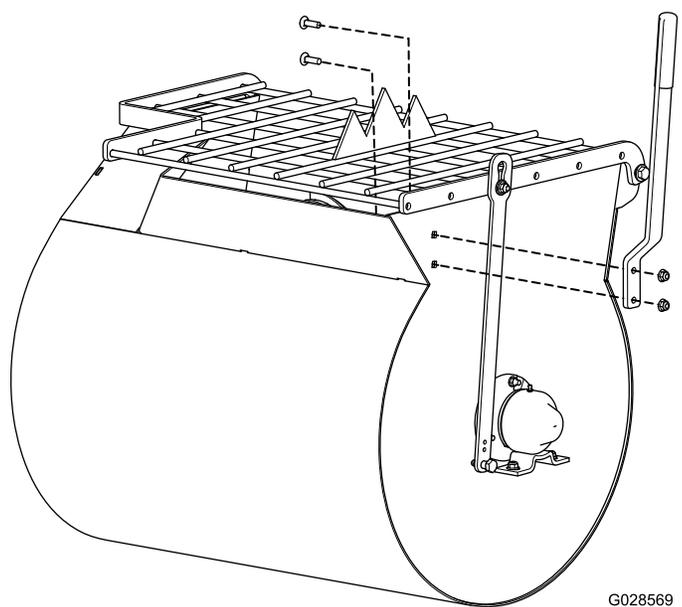

Figure 3
2. Placez la poignée de vidage de sorte à aligner ses trous de boulon sur ceux de la cuve (Figure 3).
3. Insérez un boulon de carrosserie dans le trou carré et faites passer le trou correspondant de la poignée de la cuve par dessus (Figure 3).